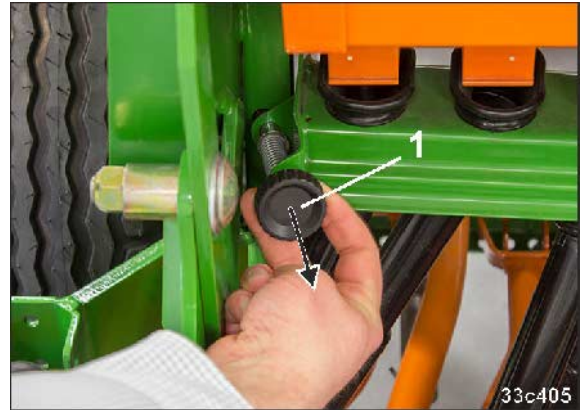

図 128
4. ばね式のレバー (図 128/1) をロックから横に引き出します。